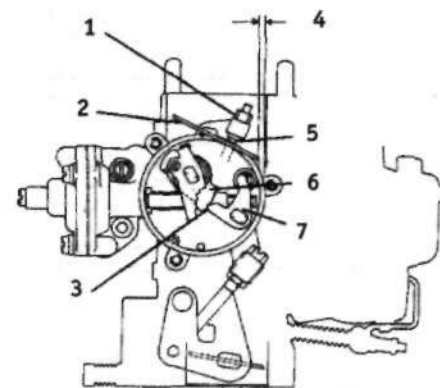

Рис.13.8. Регулирование положения воздушной заслонки при быстрых холостых оборотах (карбюратор Solex C30 DI 40) (раздел 5):
5. Для того, чтобы отрегулировать положение воздушной заслонки при быстрых холостых оборотах установить рычаг быстрых холостых оборотов на второй выступ кулачка (см. рис.13.8). С помощью сверла проверить, чтобы расстояние "В" было равно 3,0-3,5 мм и при необходимости отрегулировать его с помощью регулировочной гайки.